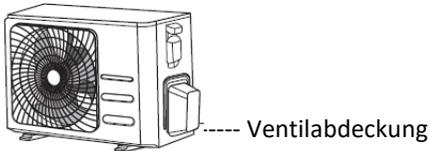

Fig. 5.9
1. Schrauben Sie den Ventilschutz an der Seite des Außengerätes ab (s. Abb. 5.9.)